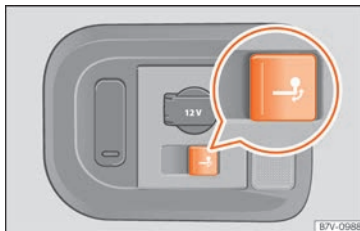

Fig. 280 Lado derecho del maletero: botón para bascular eléctricamente la rótula del enganche.
- Tire brevemente del botón » » » **fig. 280**. La rótula se desbloqueará eléctricamente y
- Tire brevemente del botón » » » **fig. 280**. La rótula se desbloqueará eléctricamente; el testigo de la tecla parpadeará.